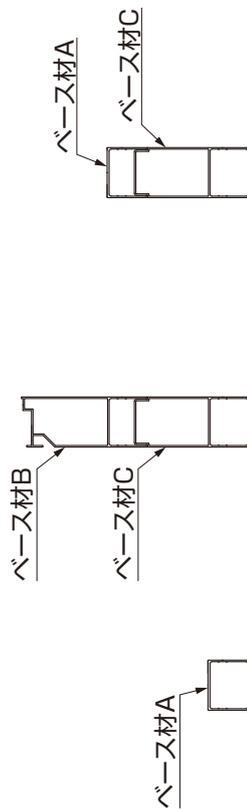

図2-100
- ベース材には種類があります。(図2-100、図2-101、図2-102参照)